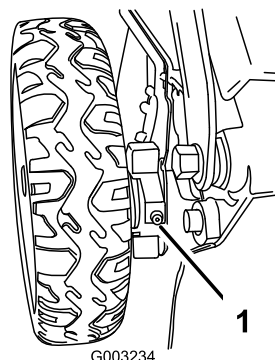

Figure 37
1. Essayez les graisseurs situés juste à l'intérieur des roues arrière avec un chiffon propre (Figure 37).